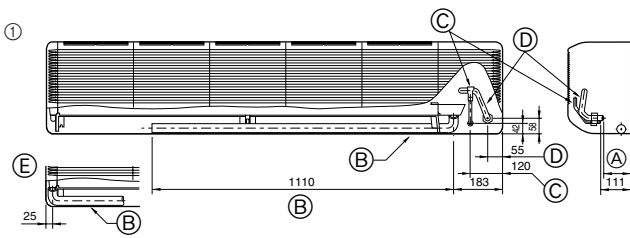

Fig. 4-3
- ① Anordnung der Kältemittel- und Ablaßrohrleitungen (Fig. 4-3)